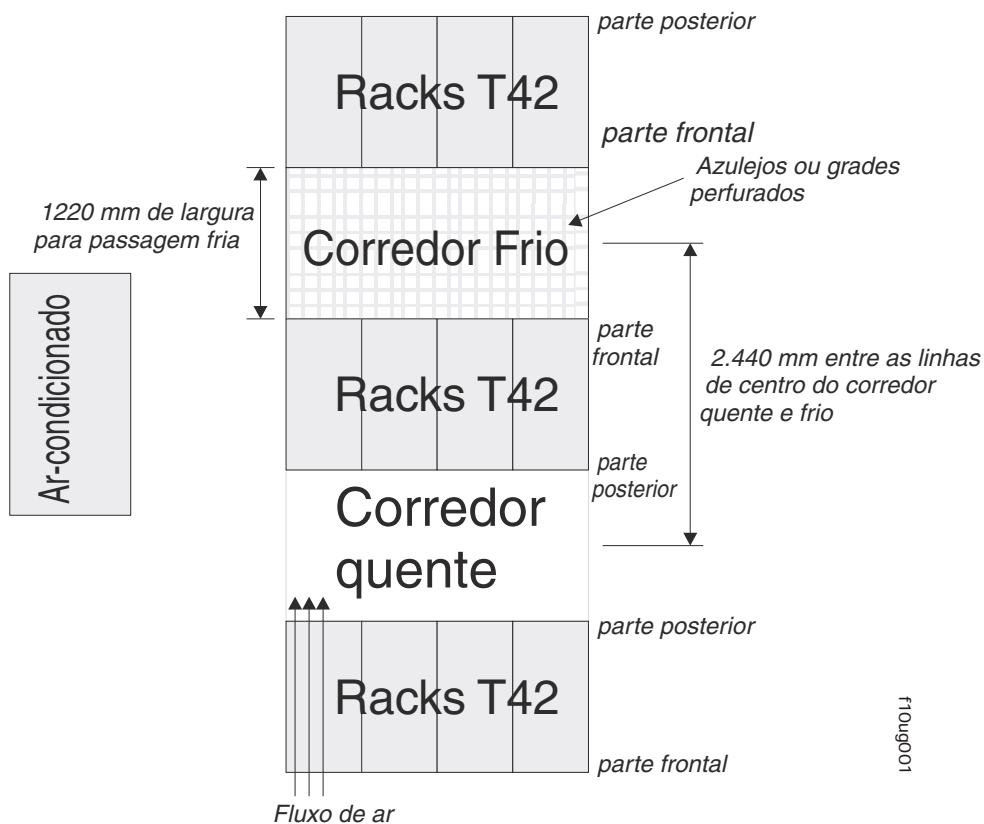

Figura 12. Exemplo de Configuração do Gabinete do Rack com Passagem Fria/Passagem Quente
- O ar entra pela parte frontal do gabinete do rack e sai pela parte traseira. Para evitar que o ar liberado pelo gabinete do rack entre pela abertura de outra parte do equipamento, você deve posicionar os gabinetes do rack em linhas alternadas, parte traseira com parte traseira, parte frontal com parte frontal. Essa disposição é conhecida como *passagem fria/passagem quente* e é mostrada na Figura 12 na página 34.